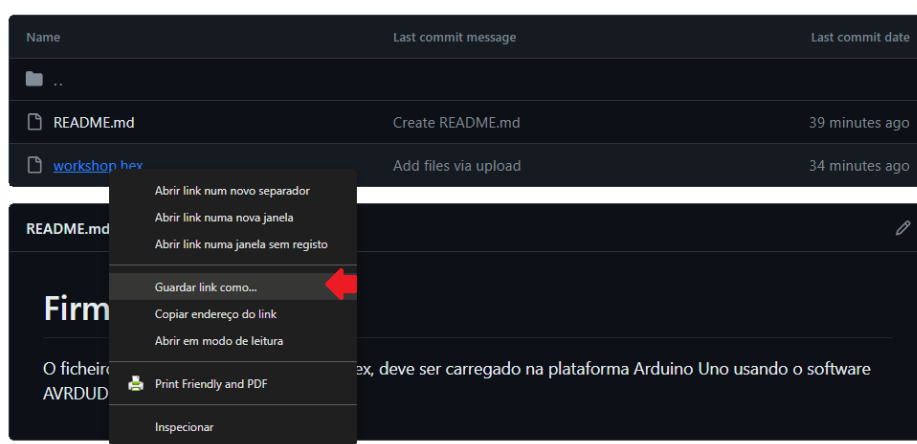

Figura 35 - Procedimento de descarga do ficheiro **workshop.hex**.
Passo 2: Dentro dessa pasta existe um ficheiro com o nome **workshop.hex**. Coloque o ponteiro do rato sobre ele e clique no botão **direito** e escolha a opção “**Guardar link como...**”. A Figura 35 ilustra este procedimento.